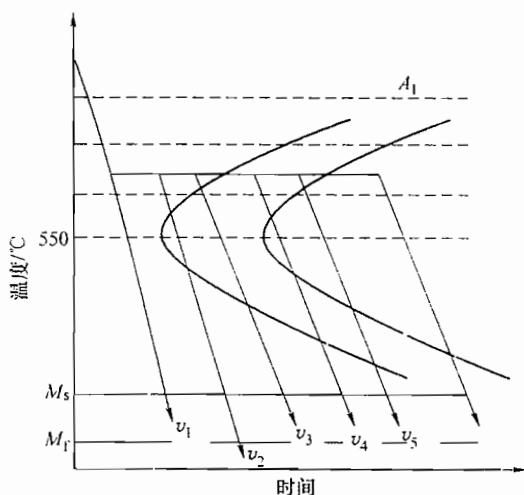

图 22-3 第四题第 2 小题图
(1) 若以图 22-3 所示的 v_1 、 v_2 、 v_3 、 v_4 、 v_5 和 v_6 的速度进行冷却, 各得到什么组织?
(2) 如将 v_1 冷却后的钢重新加热至 530°C , 经保温后冷却后又得到什么组织? 力学性能有何变化?
(3) 论述影响钢的淬透性的因素。